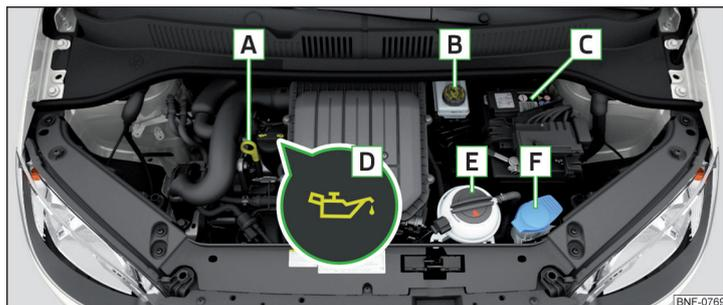

Fig. 137 Ejemplo de orden en el vano motor
- Desenrosque el tapón de la boca de llenado de aceite de motor **D** » fig. 137 de la pág. 127.